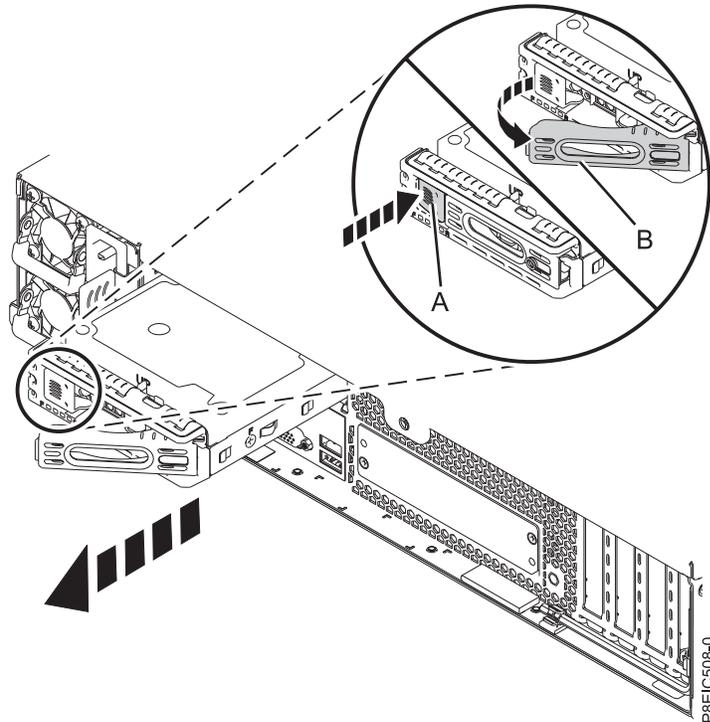

Abbildung 7. Laufwerk an der Rückseite ausbauen
3. Entriegeln Sie den Griff für die Laufwerkhalterung an der Rückseite, indem Sie auf die Griffentriegelung (A) drücken. Der Griff schnappt dann in Ihre Richtung auf. Ziehen Sie den Griff vollständig heraus; ist er nicht vollständig geöffnet, kann die Laufwerkhalterung nicht aus dem System gezogen werden (siehe Abb. 7 auf Seite 9).